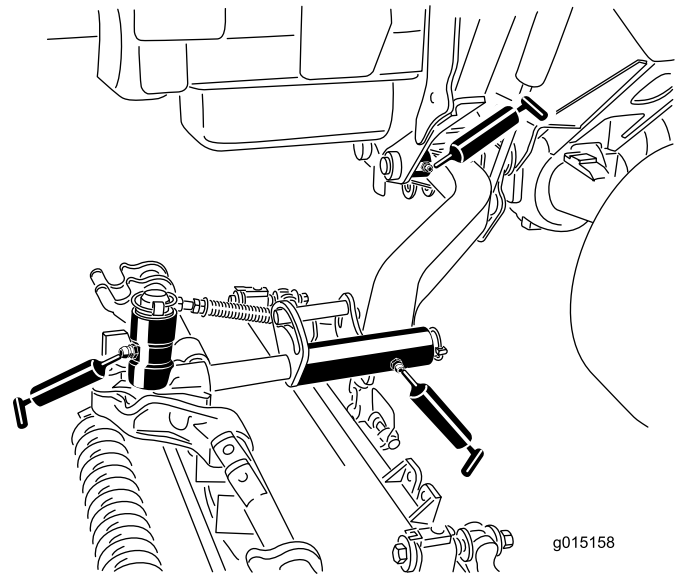

Figure 83
- Bagues de pivot de bras de levage (1 par unité de coupe) (Figure 83)
- Bâti porteur d'unité de coupe (2 par unité de coupe) (Figure 83)
- Pivot de bras de levage d'unité de coupe (1 par unité de coupe) (Figure 83)